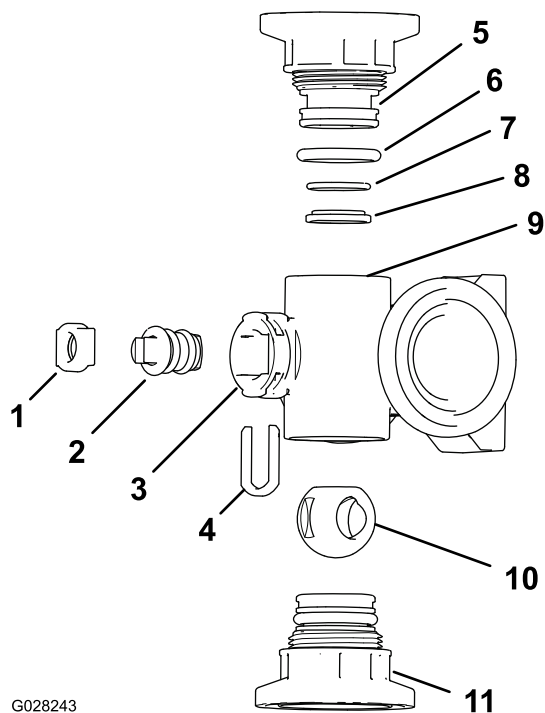

Figura 123
2. Retire o conjunto das duas uniões de cada extremidade do corpo do coletor (Figura 123 e Figura 124).
- Retire a fixação da haste das ranhuras na porta da haste no coletor (Figura 123 e Figura 124).
- Retire a fixação da haste e o encaixe da haste da válvula do coletor (Figura 123 e Figura 124).
- Do corpo do coletor, retire o conjunto da haste da válvula (Figura 123 e Figura 124).
- Verifique o estado dos anéis de retenção da união de saída (apenas coletor da válvula de secção), dos anéis de retenção do tampão, dos anéis de retenção de encaixe posterior, do encaixe da esfera para ver se há danos ou desgaste (Figura 123 e Figura 124).
- Aplique lubrificante de silicone na haste da válvula e insira-a no encaixe da haste da válvula (Figura 123 e Figura 124).
- Instale a haste da válvula e o encaixe no coletor e fixe a haste e o encaixe com a fixação da haste (Figura 123 e Figura 124).
- Certifique-se de que o anel de retenção de encaixe posterior e o encaixe da esfera estão alinhados e encaixados na união do tampão (Figura 123 e Figura 124)
- Instale o conjunto da união do tampão no corpo do coletor até a flange da união do tampão tocar no corpo do coletor (Figura 123 e Figura 124); depois rode a união do tampão mais 1/8 a 1/4 de volta.